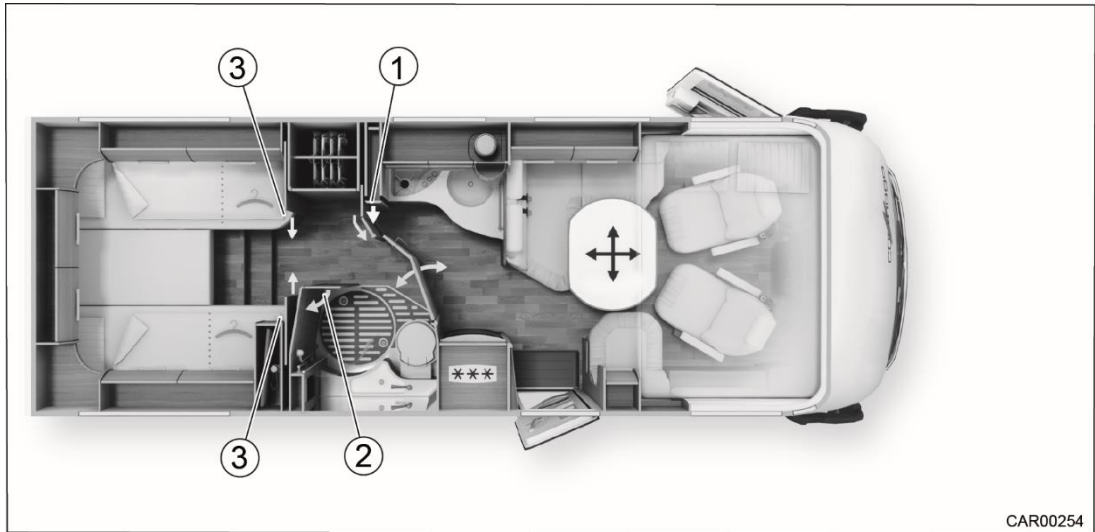

Fig. 92 Création d'un dressing au niveau de la salle de bain combinée côté passager
1. Ouvrir le bouton-pression (Fig. 92/1) pour desserrer le blocage de la paroi de séparation.
6. Tourner le verrou tournant (Fig. 92/2) dans le sens horaire pour desserrer l'élément de porte pivotant.